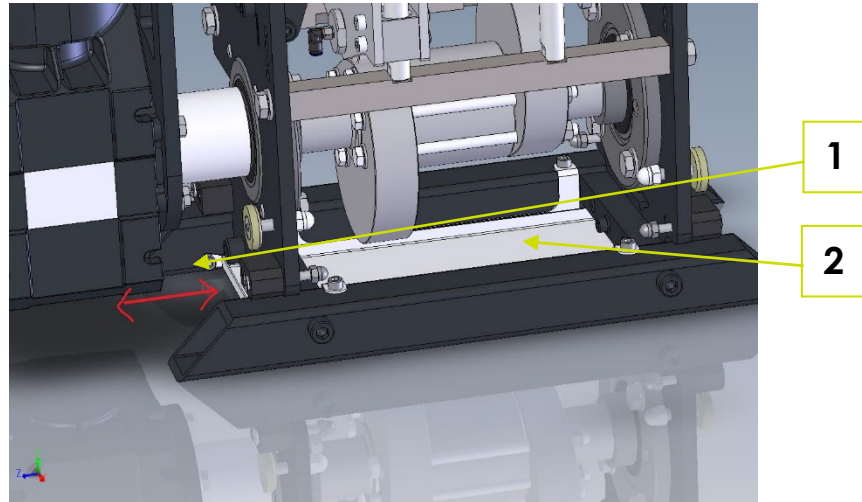

Fig. 8-1: Démontage du bac de récupération des déchets
1. Dévisser la vis cylindrique M6x12 (1) (Fig. 8-1 : Démontage du bac de récupération des saletés).
2. Sortir le bac de récupération des saletés (2) dans le sens de la flèche, soit vers l'avant soit vers l'arrière.